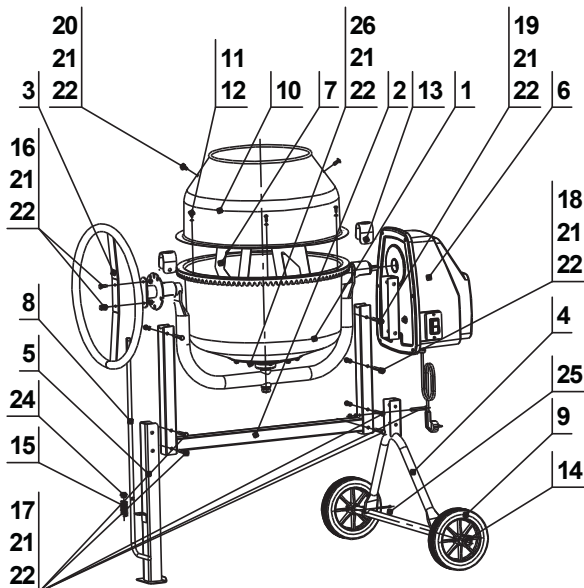

Рис. 1
5.1. Основными узлами бетоносмесителя являются барабан смесительный (**поз. 1 + поз. 10**), траверса, рама **поз. 2**, механизм опрокидывания (маховик) **поз. 3** и фиксации барабана **поз. 8**, рамка нижняя **поз. 4**, стойка **поз. 5**, электропривод **поз. 6** и колеса **поз. 9** (см. рис. 1).
Снаружи смесительного барабана закреплен зубчатый венец, внутри установлены две лопасти **поз. 7**, осуществляющие перемешивание смеси (см. рис. 1).
Траверса бетоносмесителя закреплена на раме, которая одновременно соединена с рамкой нижней **поз. 4**, с установленными на ней колесами **поз. 9** и стойкой **поз. 5** (см. рис. 1).
Поворот положения смесительного барабана в процессе работы осуществляется вручную с помощью маховика **поз. 3** и устанавливается в необходимом положении фиксатором **поз. 8** (см. рис. 1).